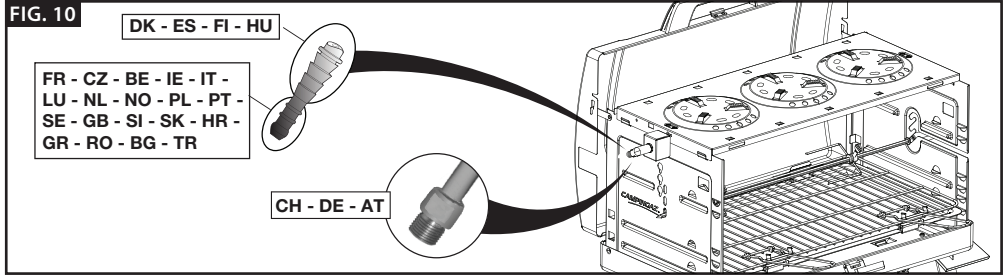

FIG. 11
8. Wenn Sie einen Rost zum Grillen verwenden, montieren Sie den Rost an der Fettauffangschale (Abb. 11). Die Fettauffangschale dient auch als Reflexionsfläche, um die Hitzewirkung aufrecht zu erhalten. Zum Zusammenbauen (Abb. 11) führen Sie die Laschen der Fettauffangschale in die Öffnungen am Rand des Rostes ein (A), drücken Sie den Rost gegen die Laschen der Fettauffangschale (B) und befestigen Sie das andere